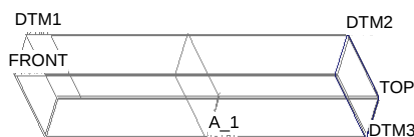

图 10.5.11 创建 DTM3
Step6. 创建图 10.5.11 所示的基准平面 DTM3。单击 **模型** 功能选项卡 **基准** 区域中的“平面”按钮 ，选取 RIGHT 基准面为参考平面，偏移值为 -35.0，单击对话框中的 **确定** 按钮。